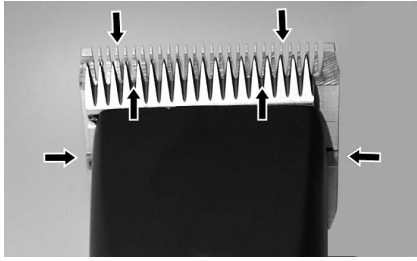

Abb. 22
Für ein gutes Scherergebnis und zur Erhöhung der Lebensdauer der Schermaschine und des Scherkopfes ist eine dünne Ölschicht zwischen dem Ober- und Untermesser unumgänglich (Abb. 22).
- Schermesser während der Schur ausreichend ölen (mindestens alle 15 Minuten), damit sie nicht trocken laufen (Abb. 22).
Die Messer müssen vor, während und nach jedem Gebrauch geölt werden. Wenn die Messer der Schermaschine Streifen hinterlassen oder sich verlangsamen, ist dies ein sicheres Zeichen, dass Sie Öl benötigen. Einige Tropfen Öl vorne und seitlich auf die Schermesser auftragen (siehe Pfeile Abb. 22). Überschüssiges Öl mit einem weichen, trockenen Tuch abwischen. Schmier sprays enthalten nicht genug Öl für eine gute Schmierung, eignen sich jedoch zur Kühlung der Schermesser. Beschädigte oder gekerbte Messer sofort auswechseln um Verletzungen zu verhindern.